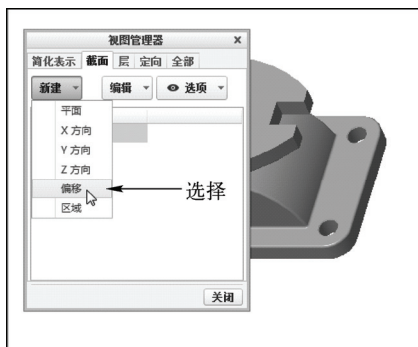

图 11-86 选择“偏移”选项
STEP 02 在功能区选项板的“视图”选项卡中，单击“模型显示”面板中的“管理视图”下拉按钮，在弹出的列表框中选择“视图管理器”选项，弹出“视图管理器”对话框，切换至“截面”选项卡，单击“新建”按钮，在弹出的列表框中选择“偏移”选项，如图 11-86 所示。